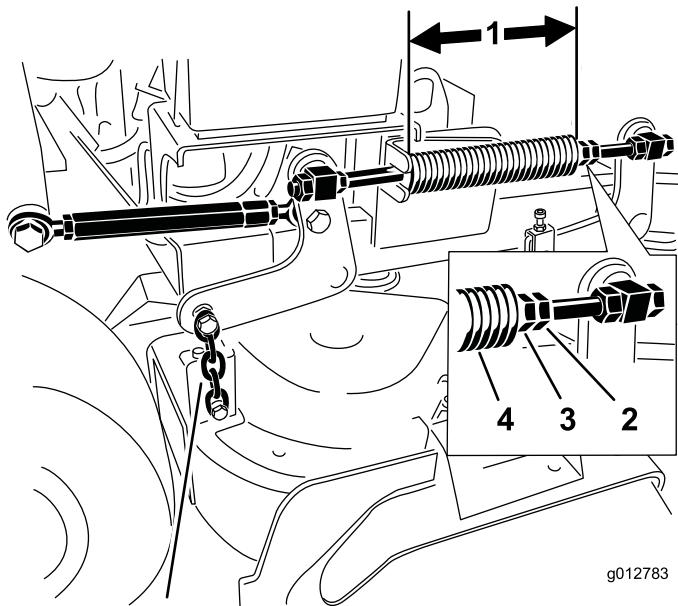

図 89
2. 圧縮スプリングの長さを調べる。通常は、この長さが、91 cm デッキでは 28.2 cm、102 cm デッキでは 25.7 cm であることが必要である(図 89)。
3. スプリングのジャム・ナットをゆるめ、各スプリングの前についているナットでこの距離を調整する(図 89)。
4. スプリングのジャムナットを締めて調整ナットを固定する(図 89)。